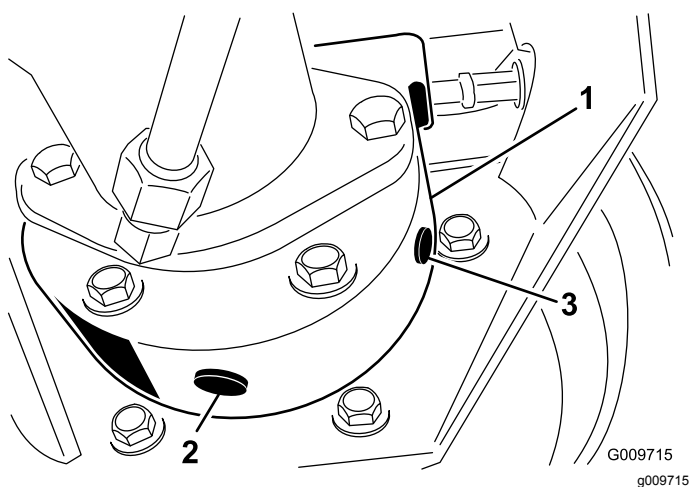

Figura 45
3. Collocate un'altra bacinella sotto la scatola del freno, dall'altro lato della ruota (Figura 45).